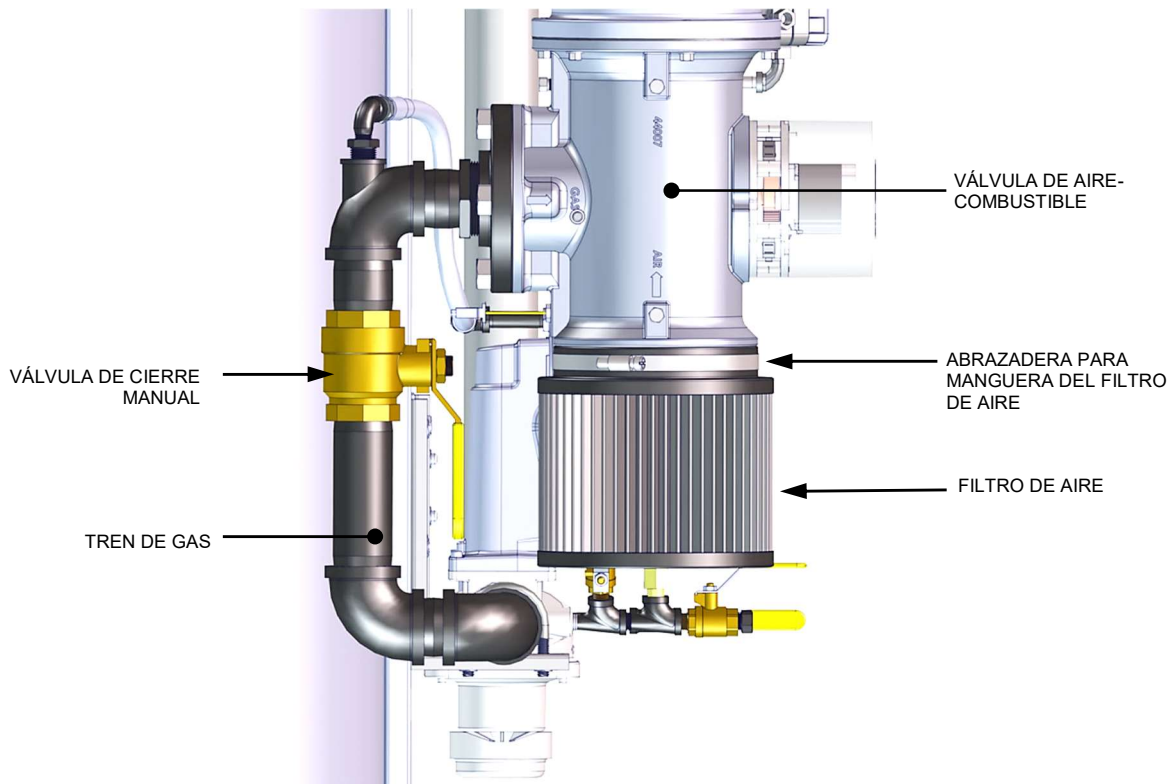

Figura 4-8: Ubicación del filtro de aire (se muestra BMK 1500/2000)
La caldera Benchmark está equipada con un filtro de aire que puede limpiarse y volverse a engrasar cada 12 meses y reemplazarse cada 24 meses. El filtro de aire se localiza en la entrada de la válvula de aire-combustible, como se muestra en la Figura 4-8.
2. Retire la cubierta superior de la unidad tomando la agarradera superior y alzando. Esto desenganchará la cubierta de los cuatro (4) sujetadores en los paneles laterales.
3. Vea la Figura 4-8 y localice el filtro de aire conectado a la entrada de la válvula de aire-combustible.